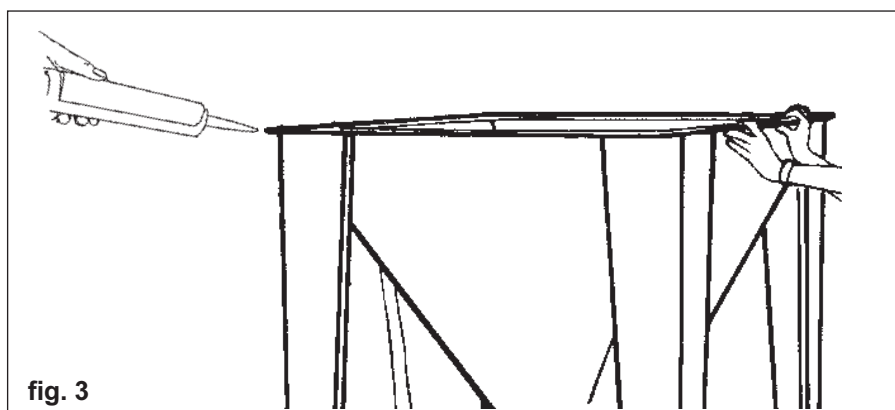

fig. 3
- 6) Aplicar una capa de sellante silicónico sobre la brida de la tolva con cuidado. (Fig. 3)
- 5) Aplique uma capa de selante de silicone sobre a flange do dispositivo com cuidado(Fig. 3).
- 6) Carefully spread a layer of silicone sealer on to the hopper flanges (Fig. 3).
- 5) Interporre uno strato di sigillante silicónico sulla flangia della tramoggia in modo accurato (Fig. 3).